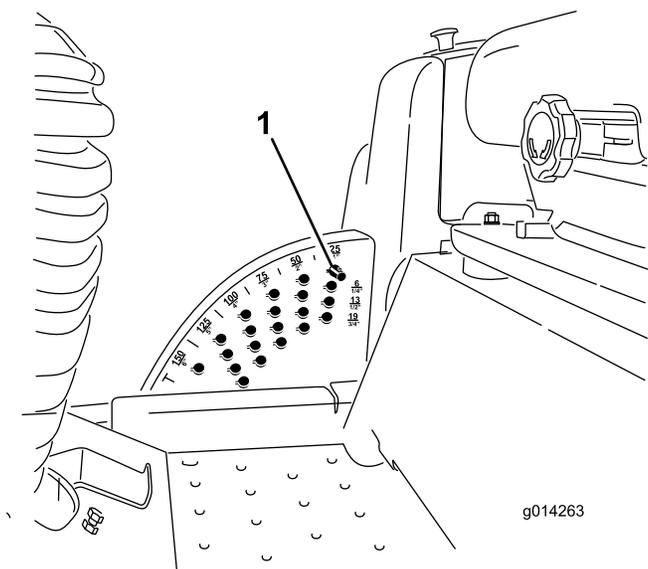

Figura 19
1. Com o motor a trabalhar, empurre para trás o interruptor de elevação da plataforma até que a unidade de corte esteja completamente levantada e **solte imediatamente o interruptor** como se mostra em Figura 19.
2. Rode o pino de altura de corte até que o pino do mesmo fique alinhado com as ranhuras nos orifícios no suporte da altura de corte e remova-o (Figura 19).
3. Selecione um orifício, no suporte da altura de corte, que corresponda à altura de corte desejada, insira o pino e rode-o para o bloquear no lugar (Figura 19).
Nota: Existem quatro filas de posições de orifícios (Figura 19). A fila de cima dá-lhe a altura de corte indicada por cima do pino. A segunda fila dá-lhe a altura de corte indicada mais 6 mm. A terceira fila dá-lhe a altura de corte indicada mais 13 mm. A fila de baixo dá-lhe a altura de corte indicada mais 19 mm. Para a posição de 15,8 cm só existe um orifício, colocado na segunda fila. Isto não acrescenta 6 mm à posição de 15,8 cm.